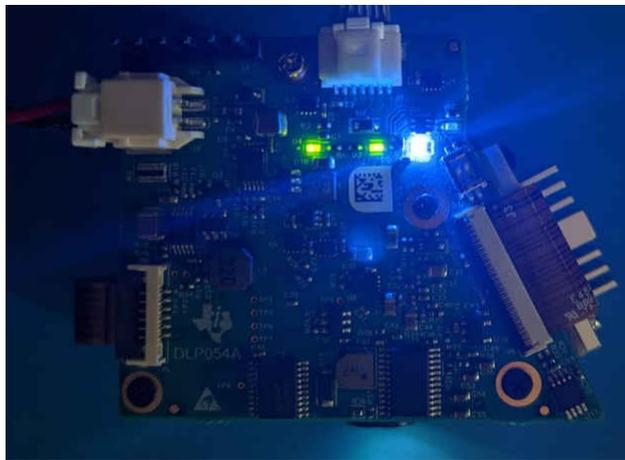

图 3-3. 主机静音工作模式下 LED 的状态
3. 打开电源。图 3-3 显示了在主机静音工作模式下 EVM 中 LED 的状态。